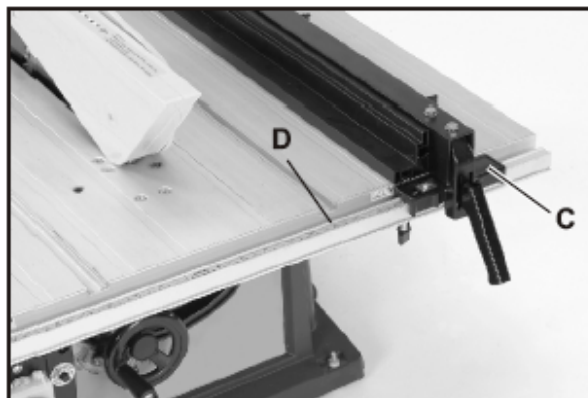

Fig 6.
1. Abaissez l'extrémité avant du guide de délignage, de manière à ce que son support avant (C de la Fig. 6) s'engage sur le rail de guidage (D), conformément à l'illustration.